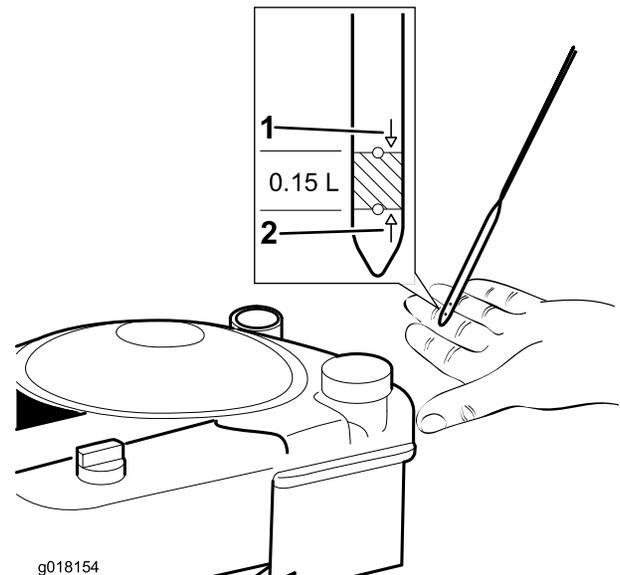

Figura 17
2. Retire la varilla y límpiela con un paño limpio (Figura 17).
4. Vierta aceite **lentamente** en el tubo de llenado de aceite, espere 3 minutos, y compruebe el nivel de aceite del motor en la varilla limpiando la varilla e insertándola en el tubo (Figura 17).
5. Llene el motor con aceite hasta que la varilla indique que el nivel del aceite del motor es correcto, según se muestra en Figura 17. Si usted llena demasiado el motor, vacíe el exceso de aceite.